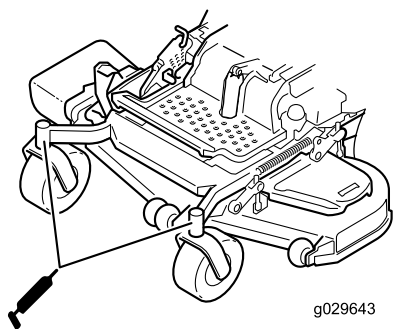

Figura 50
6. Instale o tampão hexagonal e o tampão antipoeira (Figura 50).
7. Lubrifique os rolamentos da roda giratória (Figura 50).